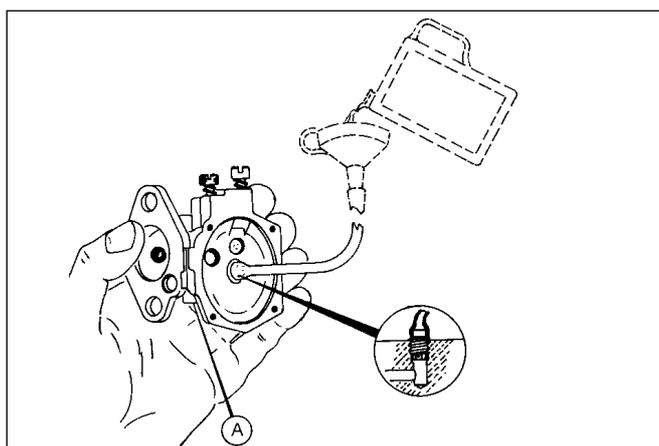

Abb. 11
- Bauen Sie den Nadelventilsitz (Abb. 11) wieder ein. Füllen Sie Kraftstoff mit Hilfe eines Plastischlauches ein und Vergewissern Sie sich, daß der Kraftstoff nicht aus dem Ventil herausläuft (Abb. 11, **A**), sondern beim Hochdrücken der inneren Scheibe um das Ventil herumströmt.